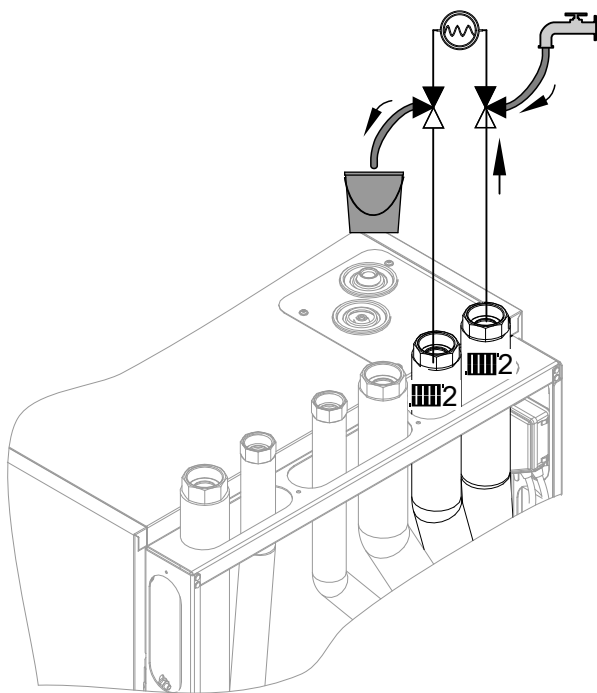

Abb. 69
4. 3-Wege-Kugelhähne im Vor- und Rücklauf Heiz-/Kühlkreis 2 gemäß Abb. 69 öffnen. Heizwasser über den Befüllschlauch einströmen lassen.